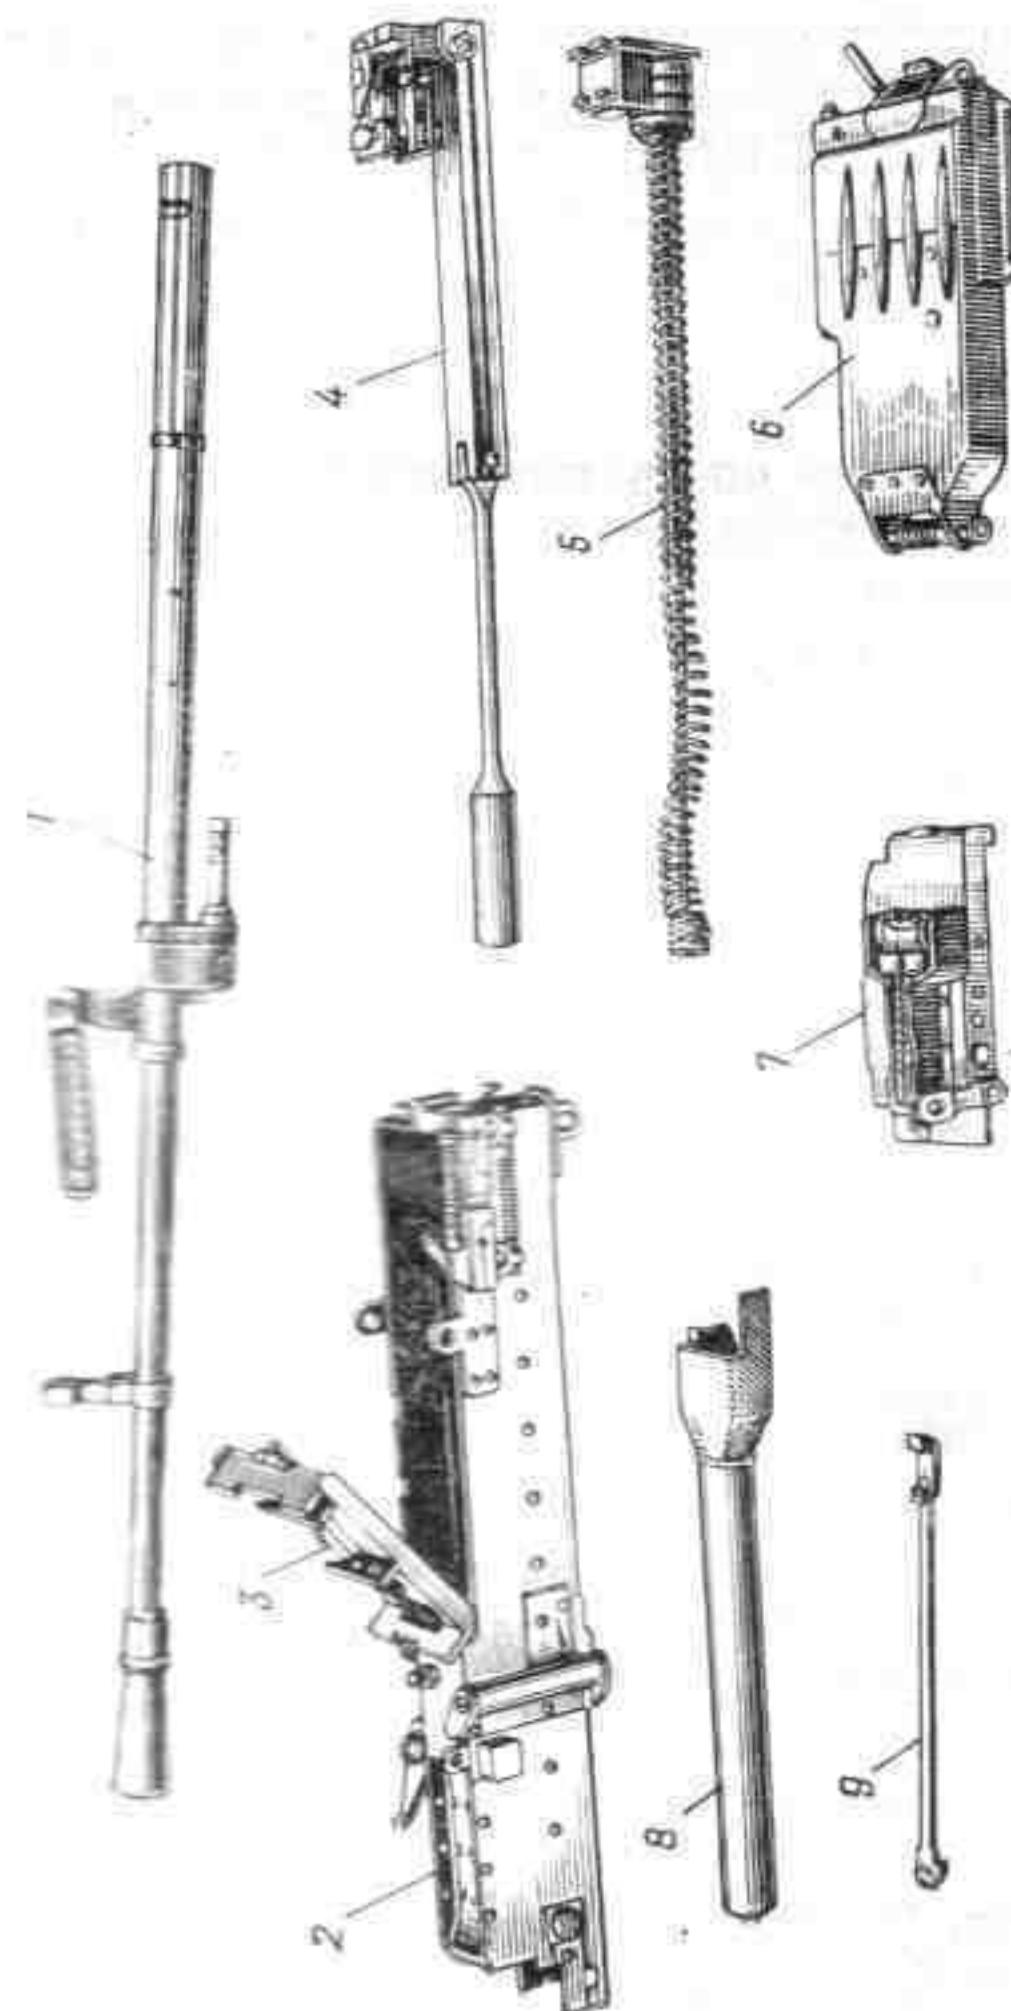

Рис. 2. Основные части и механизмы пулемета:
6. Пулемет состоит из следующих основных частей и механизмов (рис. 2): ствола, ствольной коробки, затворной рамы с затвором, возвратного механизма с буферным устройством, приемника, спускового механизма и рукоятки перезаряжания.